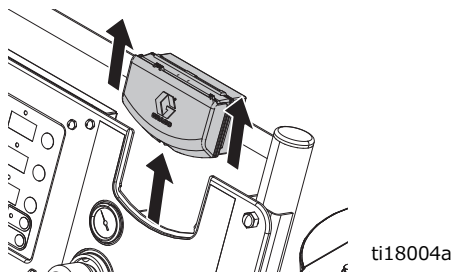

図 19: DataTrak の取り外し
3. ブラケットから DataTrak モジュールを取り外します。図 19 を参照してください。危険ではない場所にモジュールと接続されているケーブルを運びます。